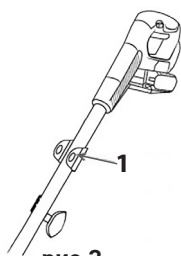
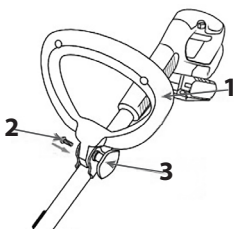

рис.3
рис.4
2. Установите на штангу держатель рукоятки (рис. 3 поз. 1), вставьте в него дополнительную рукоятку (рис. 4 поз. 1) с помощью болта (рис. 4 поз. 2) и гайки-барашка (рис. 4 поз. 3).